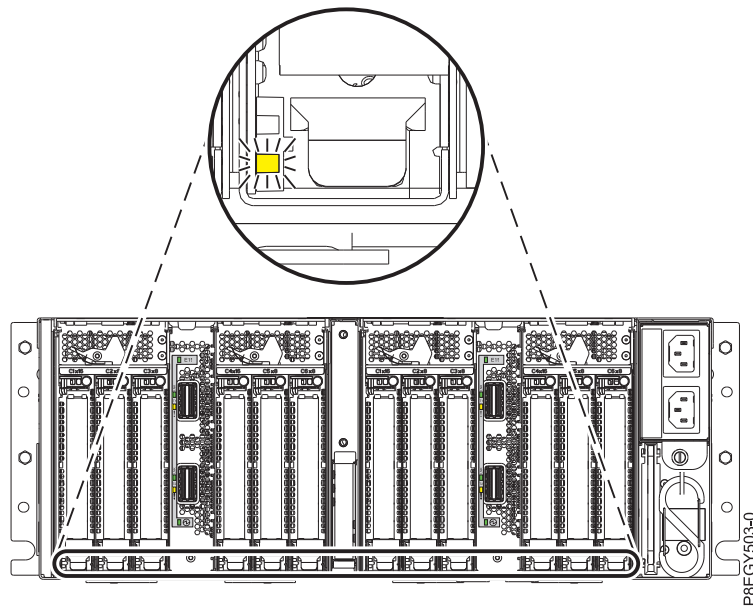

Figura 18. Ubicación del LED de identificación o error de color ámbar (LED inferior) del adaptador PCIe en el cajón de expansión PCIe3
9. Busque el LED de error ámbar (LED inferior) intermitente que ha habilitado para identificar la ranura de adaptador PCIe. Consulte el apartado Figura 18.